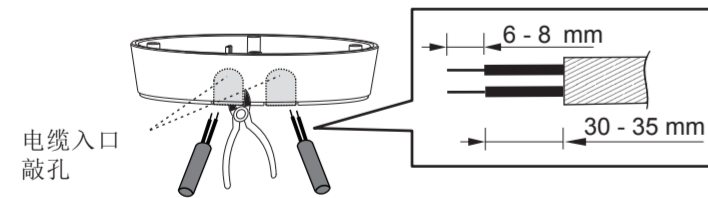

图 15
3.4.3.2 要将 AC 电缆从接线盒侧面插入，请使用斜嘴钳剪开接线盒侧面的电缆入口的敲孔，然后将电缆插入接线盒并拉出。将电缆包皮剥开 6 - 8 mm（见图 15）。